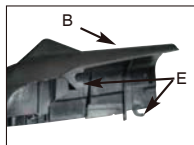
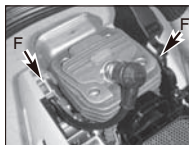

Fig. 15C
Fig. 15D
4. Montare il filtro dell'aria. Montare la copertura del motore / del filtro dell'aria. Assicurarsi che i fermi (E) e (F) e la copertura siano montati correttamente. Serrare saldamente la manopola di fissaggio della copertura. (Fig. 15C e Fig. 15D)